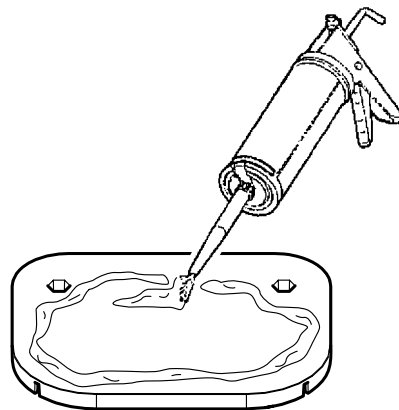

Fig. 7
4. Appliquer du mastic type SIKAFLEX®252 ou similaire sur les plaques (**Fig. 7**).